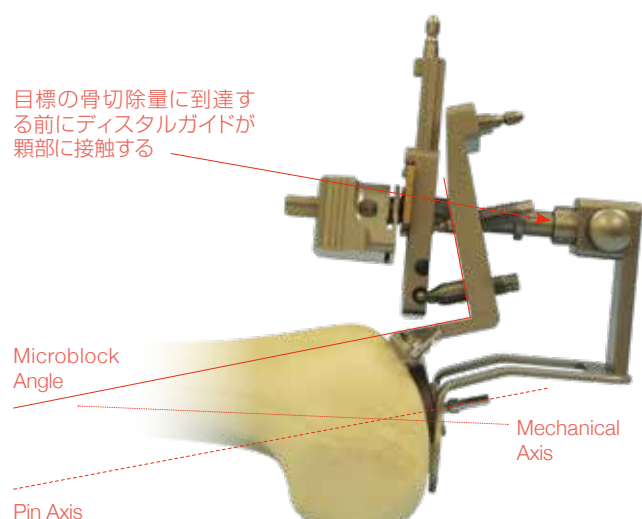

Figure 3. マイクロブロックを過度に伸展位設置した結果、目標の骨切除量の深さに到達する前に、ディスタルガイドと大腿骨顆部が干渉しています。
- ディスタルガイドが目標の切除量の深さに到達する前に顆部や他の器械に接触する場合 (Figure 3)、ガイドを目標の骨切除量よりも 2mm、もしくは 4mm 深く装着します。+2mm、もしくは +4mm の穴を使用しカuttingブロックをピン固定し、マイクロブロック抜去後カuttingブロックを遠位にシフトします。